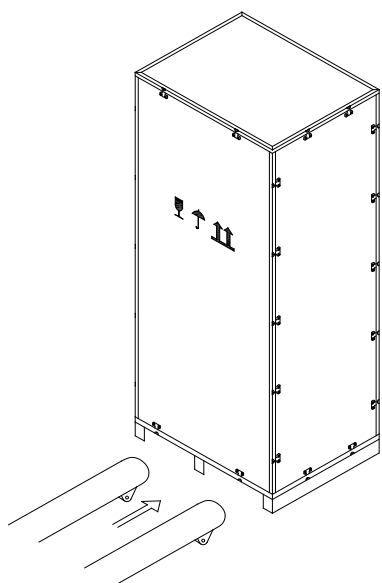

Fig. 14. Transporte a la ubicación designada
1. Asegurar que la estructura de soporte y desplazamiento (Fig. 14) está a en perfectas condiciones y la superficie dónde irá ubicada la unidad es lisa y acorde con las medidas y pesos del equipo.